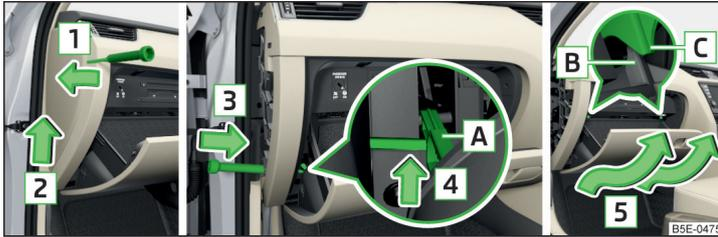

Abb. 326 Ablagefach auf der Beifahrerseite
- Einen Schraubendreher unter die Seitenabdeckung einschieben » Abb. 326.
- Die Anschlagpuffer **B** des Ablagefachs hinter die Halterungen **C** einziehen » Abb. 326.